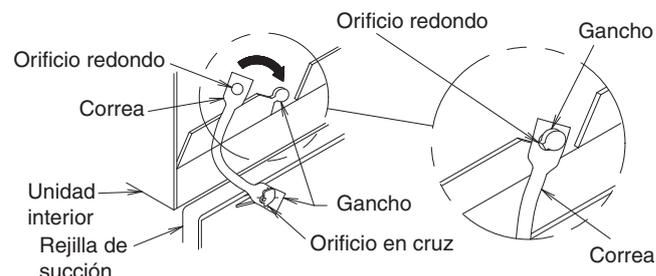

Fig. 35
- Cuando instale la rejilla de succión, cuelgue el tirante de la rejilla de succión a la parte colgante de la unidad interior que se muestra en la Fig. 35.